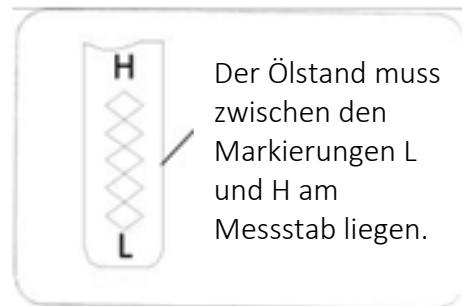

Abb. 29
4. Schrauben Sie den Ölstopfen mit dem Peilstab heraus und lesen Sie den Ölstand am Peilstab ab. Wenn der Ölstand unter der Markierung "L" (LOW) liegt, langsam Öl nachfüllen, bis die Markierung "H" (HIGH) erreicht ist, siehe Abbildung 29.